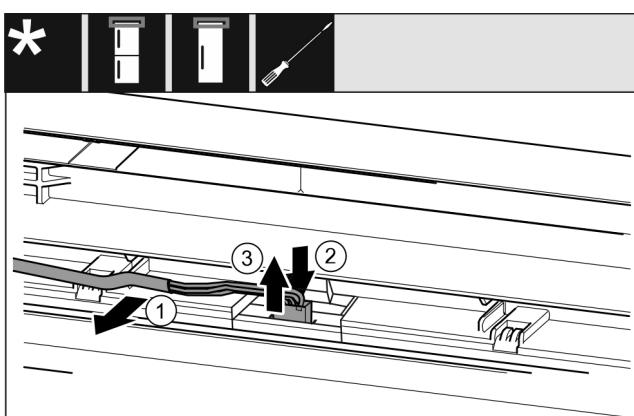

Fig. 20
- Desprindeți cu precauție cablul gri din ghidaj în ușă. Fig. 20 (1)
- Apăsați eclisa din spatele fișei spre înapoi. Fig. 20 (2)
- Extrageți cu precauție fișă în sus. Fig. 20 (3)